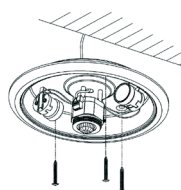

FIG.2
- Pase el cable a través del agujero de la base y conecte el cable de alimentación de acuerdo al diagrama de conexión. Instale el sensor de la lámpara en la posición deseada con los tornillos (ver FIG.2).